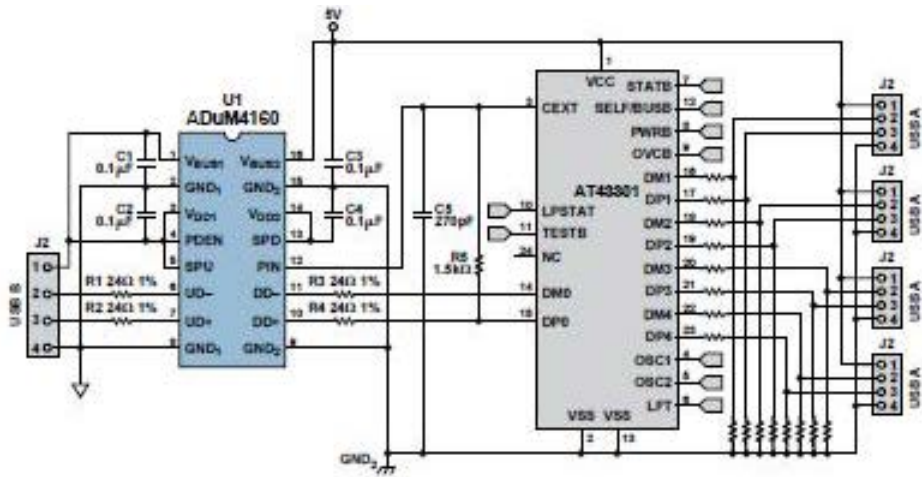

図8. USBハブの絶縁
2. USBハブの絶縁に使用する場合。ハブ以降の周辺機器のすべてを絶縁します (図8)。
図8のようにUSBハブのアイソレータとして使用する場合、ADuM4160はハブを周辺機器として扱います。ADuM4160はフルスピードに設定され、その他の手順は、上述した標準的な周辺機器のケースと同様です。アイソレータは同じくチャープ信号をブロックして、ハブがハイスピードではなく、フルスピードで動作するように設定します。USBハブのインタフェースICにより、アイソレータが固定の速度で動作していても、ロースピードとフルスピードで動作しているデバイスが混在する中で接続が可能です。ハブはアイソレータのダウンストリーム・ポートに電源を供給し、エニュメレーションの開始を電源投入と同期させる、または意図的に遅らせることができます。一般にUSBハブは、絶縁型DC/DCコンバータを介してアップストリーム・ケーブルによって供給できる電力量より多くの電力を必要とします。